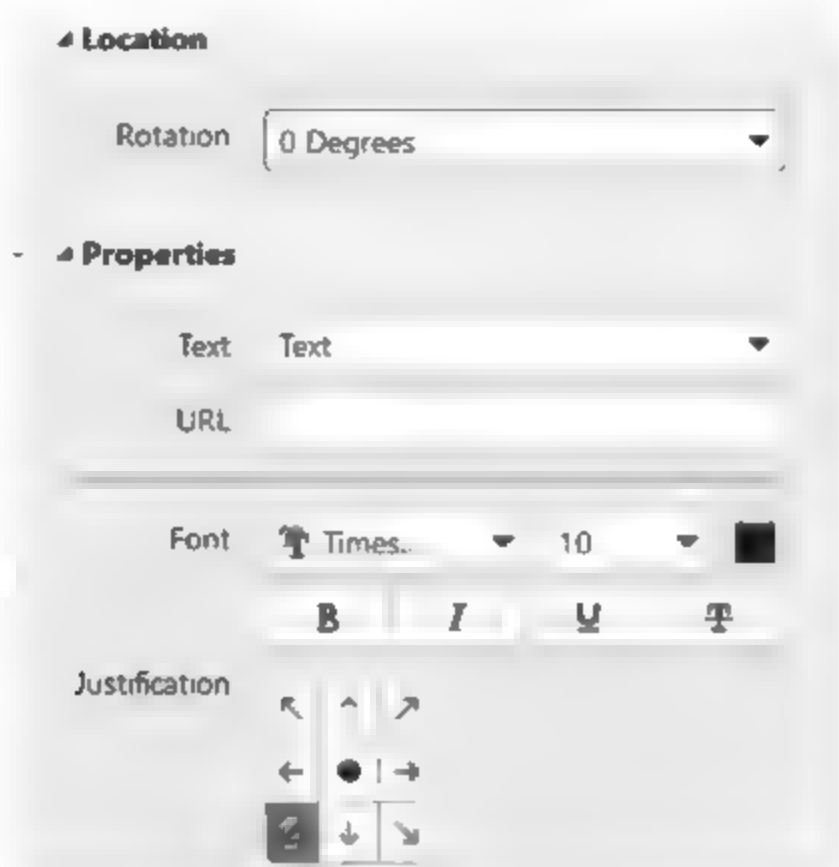

图 3-4 文本字符串属性编辑面板
- (1) 执行菜单栏中“放置”→“文本字符串”命令，或单击工具栏中的“文本字符串”按钮 ，光标变成十字形状，并带有一个文本字符串 Text 标志。
- (2) 将光标移到要放置文本字符串的位置，单击鼠标即可放置该字符串。
- (3) 此时软件仍处于放置文本字符串状态，重复步骤(2)的操作即可放置其他的字符串。右击鼠标或按 Esc 键退出操作。
- (4) 设置文本框属性。双击需要设置属性的文本字符串(或在绘制状态下按 Tab 键)，系统将弹出相应的文本字符串属性编辑面板，如图 3-4 所示。